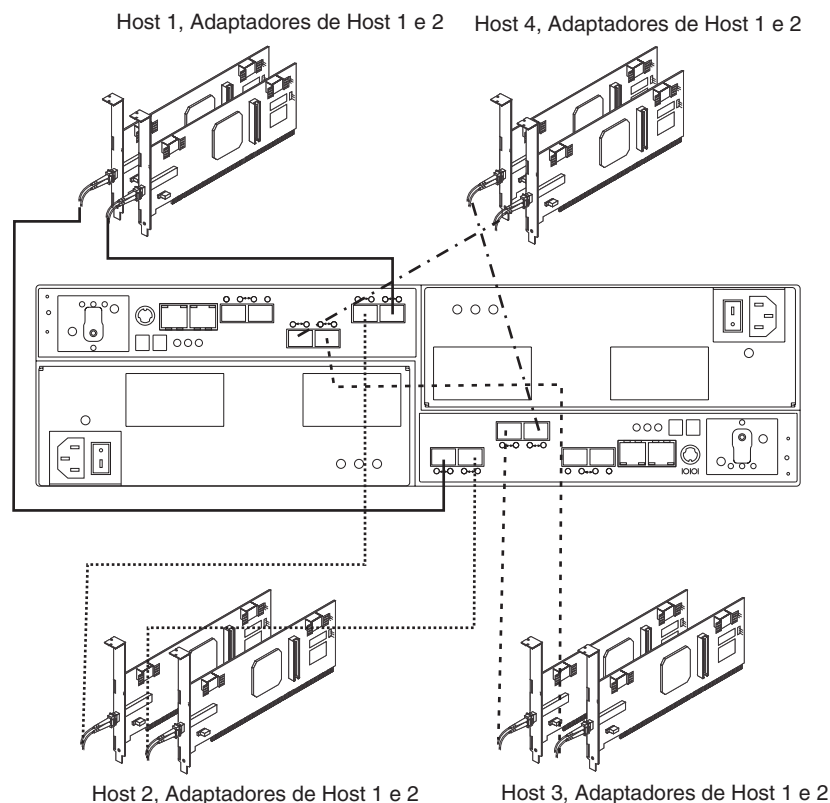

Figura 55. Diagrama de Cabeamento para Duas Conexões de Host Redundantes
3. Repita as etapas 1 na página 89 e 2 para cada conexão de host redundante adicional. Você pode criar duas conexões de host redundantes para o subsistema de armazenamento DS5020, conforme mostrado na Figura 55 na página 91, ou um máximo de quatro conexões de host redundantes (não mostradas). Com quatro conexões de host redundantes, você pode ter uma conexão com um adaptador de barramento de host Fibre Channel do DS5020 ou as portas do comutador Fibre Channel.